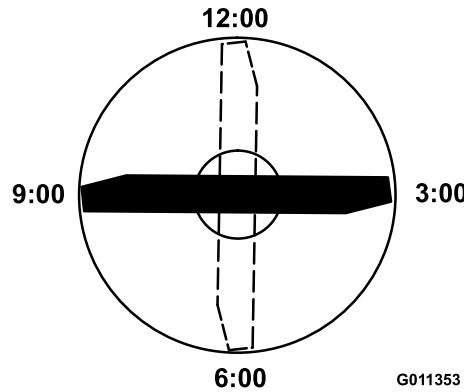

図 100
5. ブレードの印の付いているほうの端部を12時の位置車両進行方向に向け図 100、作業台の表面からブレードの切っ先までの高さを測定する。
6. 印の付いている端部を3時の位置と9時の位置に向けて図 100 それぞれ高さを測定する。